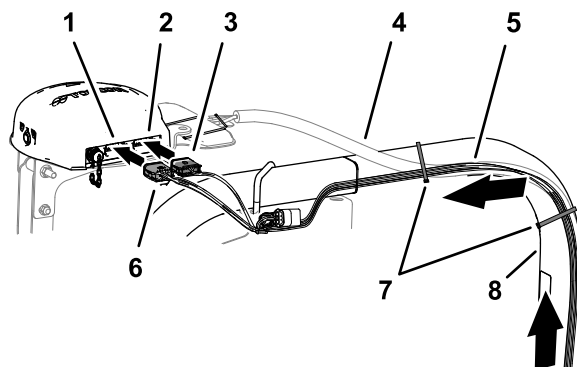

Figura 160
1. Sitúe la rama de 302 cm (119\") del arnés de datos de navegación y eléctrico junto al tubo derecho del ROPS con el conector hembra de 12 vías (**gris**) y el conector hembra de 12 vías (**negro**) hacia arriba hasta el receptor de navegación (Figura 160).